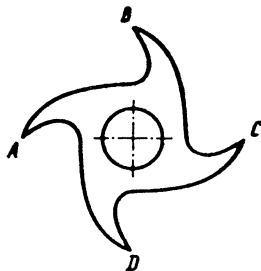

Рис. 28. Кулак, периметр которого требуется измерить по участкам  $AB$ ,  $BC$ ,  $CD$  и  $DA$
**лака.** На рис. 28 показана деталь (кулак) со сложным криволинейным профилем. Требуется измерить периметр и длины его участков  $AB$ ,  $BC$ ,  $CD$ ,  $DA$ . Специальные приборы для откатного измерения длины кривых линий отсутствуют. Как бы вы решили такую задачу?